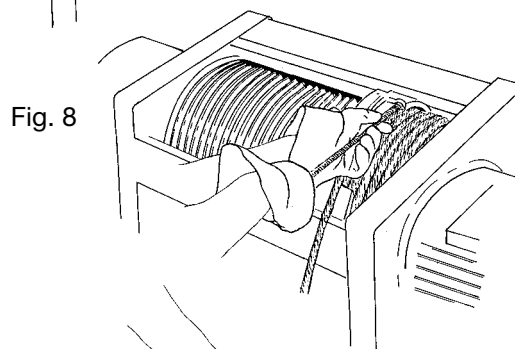
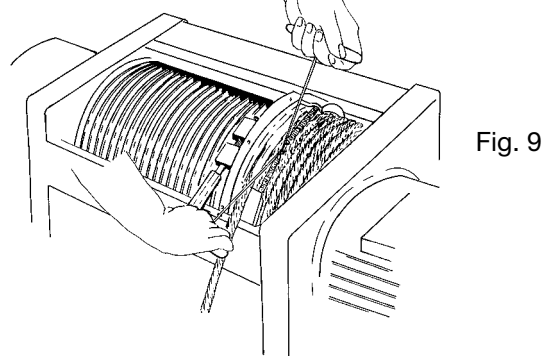
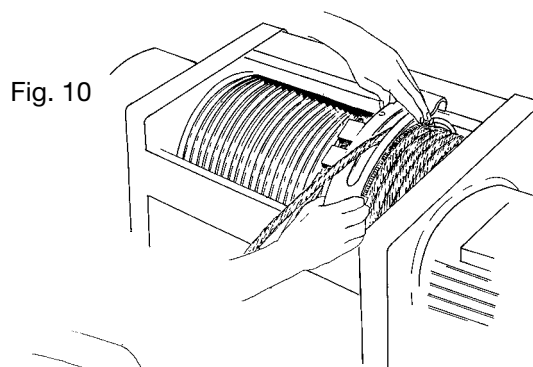

Fig. 8
Fig. 9
Fig. 10
Montar el muelle aprietacables en la cavidad específica situada dentro de la anilla (Fig. 8) y cerrar la misma enganchándola (Fig. 9). Aplicar el patín de guía de cable (Fig. 10) y apretar los tornillos pos. 1 (Fig. 11).